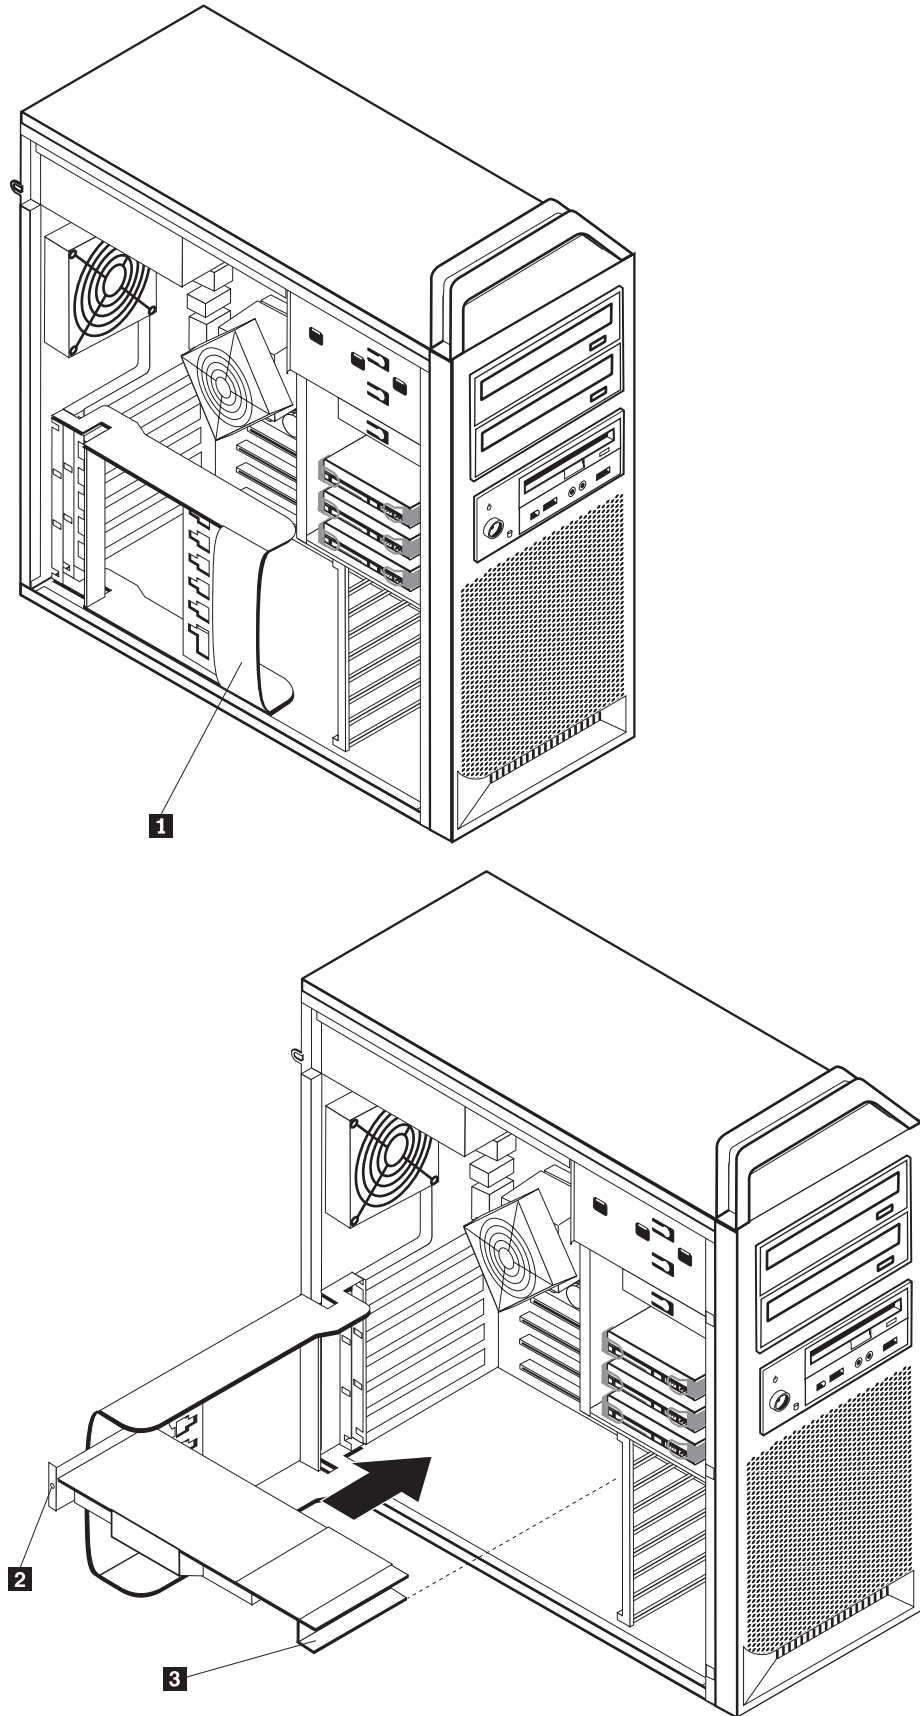

Figura 17. Instalación de la tarjeta adaptadora
3. Desbloquee y abra el soporte de retención de tarjetas **1**. Consulte la Figura 17 en la página 31
- Un tornillo instalado en la pieza de sujeción del adaptador **2**, retire este tornillo. Consulte la Figura 17 en la página 31.
- Un dispositivo de retención adicional situado en el extremo de la guía de la tarjeta **3**. Consulte la Figura 17 en la página 31. Empuje el dispositivo de retención hacia la parte frontal del chasis antes de extraer la tarjeta adaptadora.